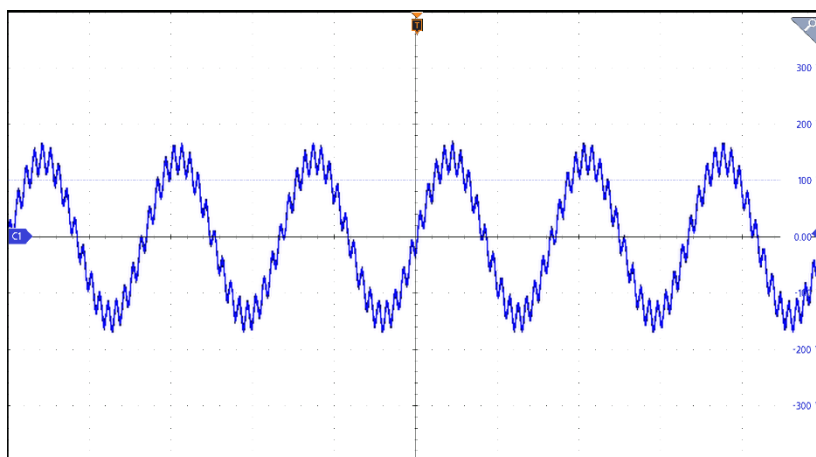

图 5-33 间谐波模式(Interharmonic)设定页面(第一相设定范例输出波形)
6. 设定参数后,点击首页键 ,再点选  可触发输出,输出波形如图 5-33。